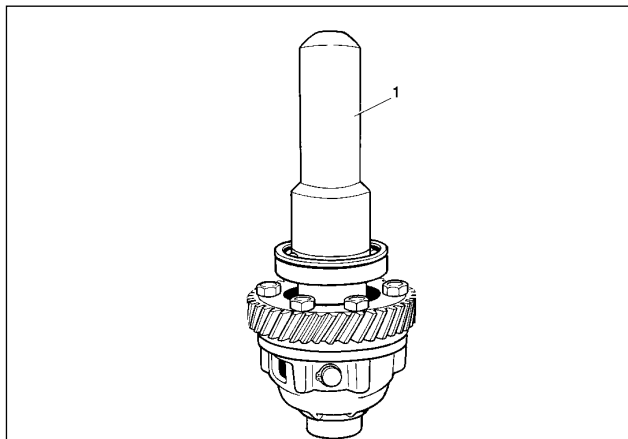

Fig. 3-45. Emmenagement du roulement sur le corps du différentiel:
- emmancher à la presse des roulements sur la cage du différentiel en utilisant l'outil 67.7853.9558 (fig. 3-45);